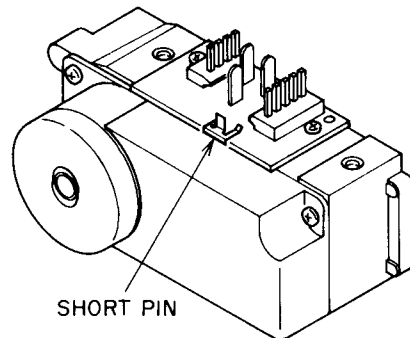

Fig. 1-2 Pickup Block
- Laser diodes supplied as spare parts for replacement of pickup blocks have their terminals shorted with shorting clips. Make sure these shorting clips are only removed after soldering of the Laser diode terminals is completed. (Refer to Fig. 1-2)
- Les diodes Laser de rechange fournies pour les blocs de lecture sont court-circuitées par des clips coupe-circuit, aux bornes. Veillez à ne retirer ces derniers qu'après avoir fini de souder les bornes de la diode Laser. (Voir Fig. 1-2)
- An den als Ersatzteilen mitgelieferten Laserdioden, die zum Austausch an den Abtast-Blöcken vorgesehen sind, wurden die Anschlüsse mit Überbrückungsklemmen kurzgeschlossen. Diese Kurzschlußklemmen auf jeden Fall erst entfernen, nachdem das Einlöten der Laserdioden-Anschlüsse abgeschlossen ist. (Siehe Fig. 1-2)